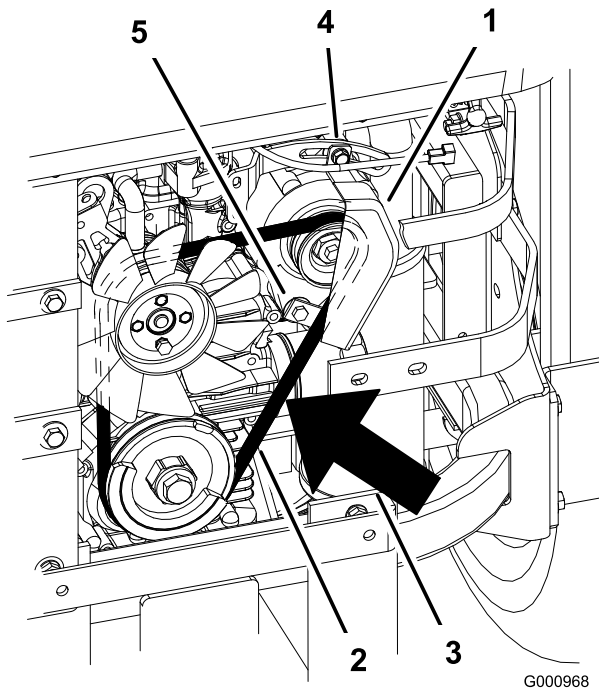

Bild 72
2. Stellen Sie die Lichtmaschine nach außen ein, sodass der Riemen zwischen den Motor- und Lichtmaschinenspannscheiben beim Aufbringen einer Kraft von 10 kg 7 mm bis 9 mm durchbiegt (Bild 72).
5. Wenn die Spannung richtig ist, ziehen Sie die untere und obere Schraube fest (Bild 72).